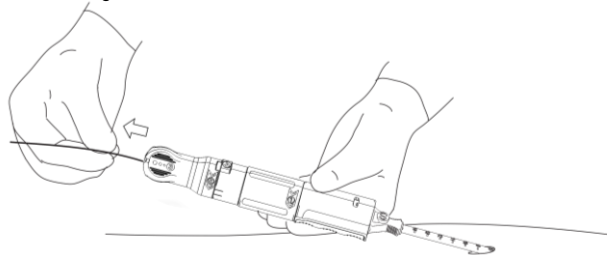

Abbildung 14. Entfernen des Führungsdrahts
- a. Die mit „3“ gekennzeichnete Markierung ausfindig machen und den Führungsdraht vollständig aus dem Patienten und dem PerQseal®-Gefäßverschlussystem entfernen. Der Führungsdraht kann von einem Assistenten entfernt werden. Abbildung 14.